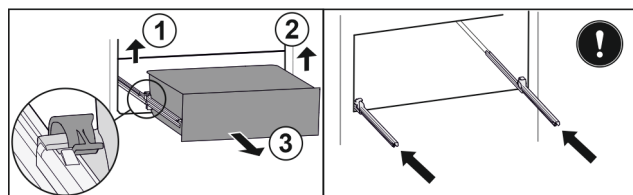

Fig. 55
- ▶ Приподнимите левый зажим и одновременно вытяните движением вперед выдвижной ящик слева. Fig. 55 (1)
- ▶ Приподнимите правый зажим и одновременно вытяните движением вперед выдвижной ящик справа. Fig. 55 (2)
- ▶ Извлеките выдвижной ящик движением вперед. Fig. 55 (3)